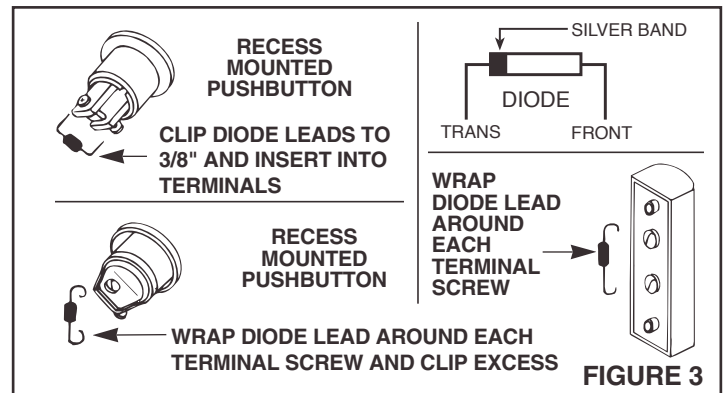

FIGURE 3
Front pushbutton must have diode (supplied) assembled across the screw terminals as shown in Figure 3.
2. **Refer to Figure 3.** Depending upon which type of pushbutton is being used, wire the diode to the two (2) terminals on the pushbutton.
La diode (fournie) du bouton-poussoir de la porte principale doit être installée entre les bornes du bornier, comme indiqué à la Figure 3.
2. **Reportez-vous à la Figure 3.** Selon le type de bouton-poussoir utilisé, raccordez les fils de la diode aux deux (2) bornes du bouton-poussoir.